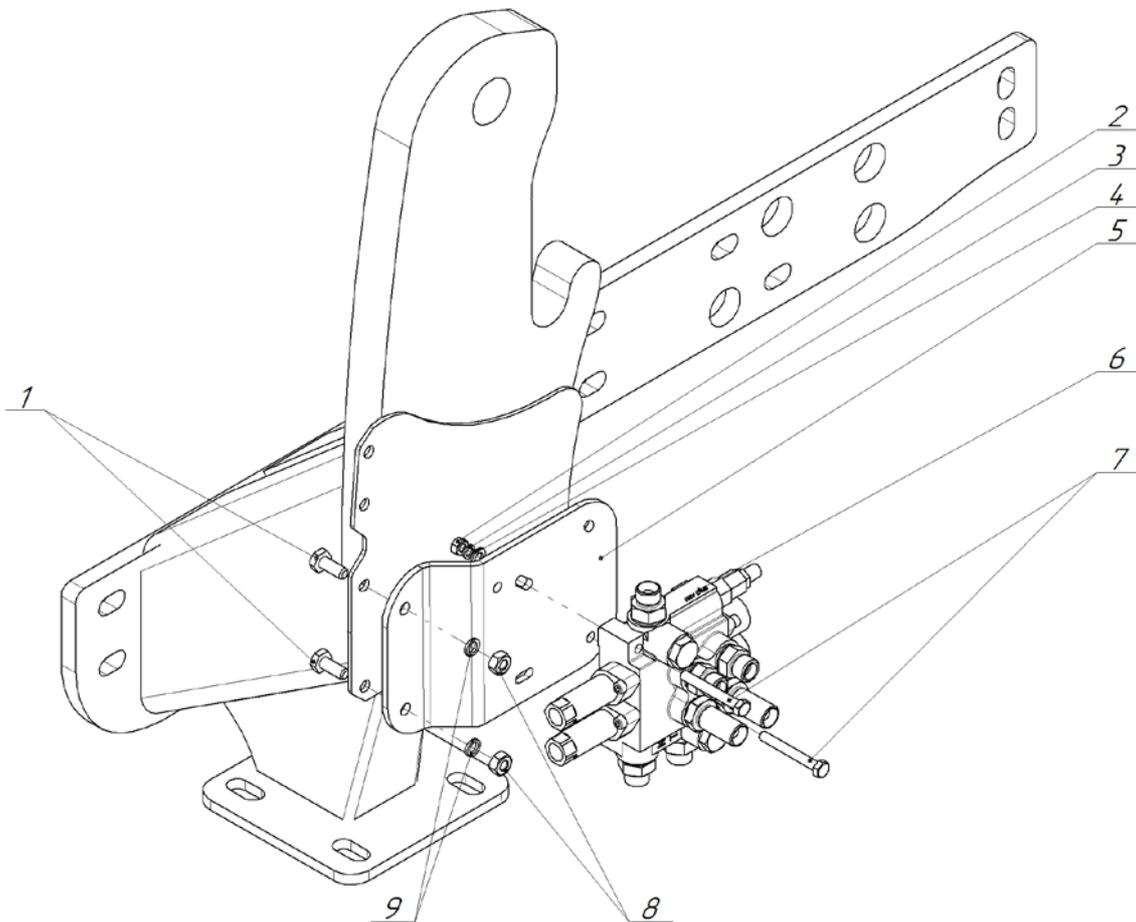

Рис. 2.3
2.2.2.6 Установить гидрораспределитель ⑥ (рис. 2.3) на кронштейн ⑤ при помощи болтов М10 ①, гаек М10 ⑧ и шайб ⑨. Смонтировать кронштейн с гидрораспределителем на стойку правого подрамника при помощи болтов М8 ⑦, гаек М8 ② и шайб ③, ④ из комплекта.